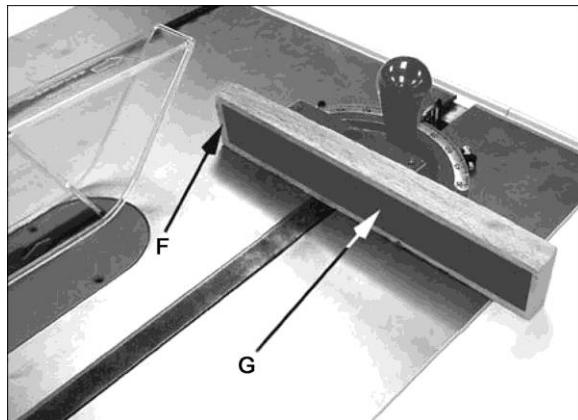

Рисунок 9-9
Чтобы увеличить эффективность углового упора при поперечном пилении, некоторые пользователи устанавливают дополнительную деревянную накладку (F, Рисунок 9-9) с приклеенной полосой наждачной бумаги (G), чтобы помочь удерживать заготовку.